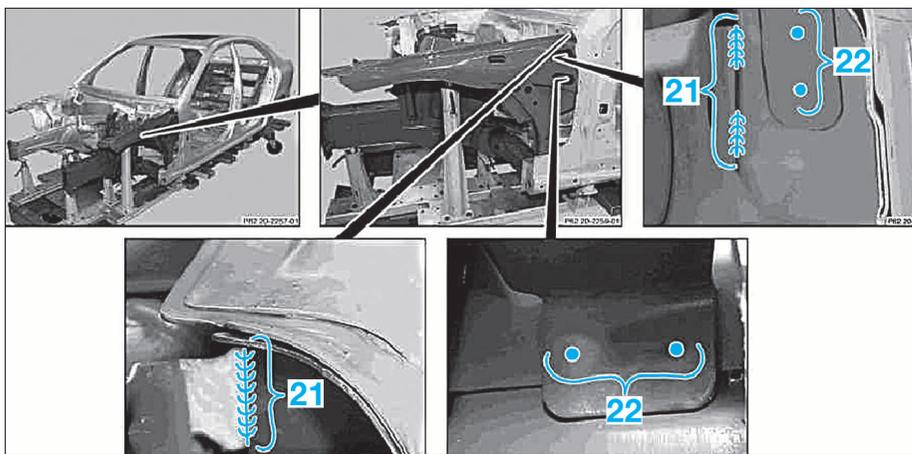

FIG. 21
- Souder en cordon continu sous protection gazeuse le demi bloc dans les zones (21) (Fig.21).
- les zones (22) (Fig.21).